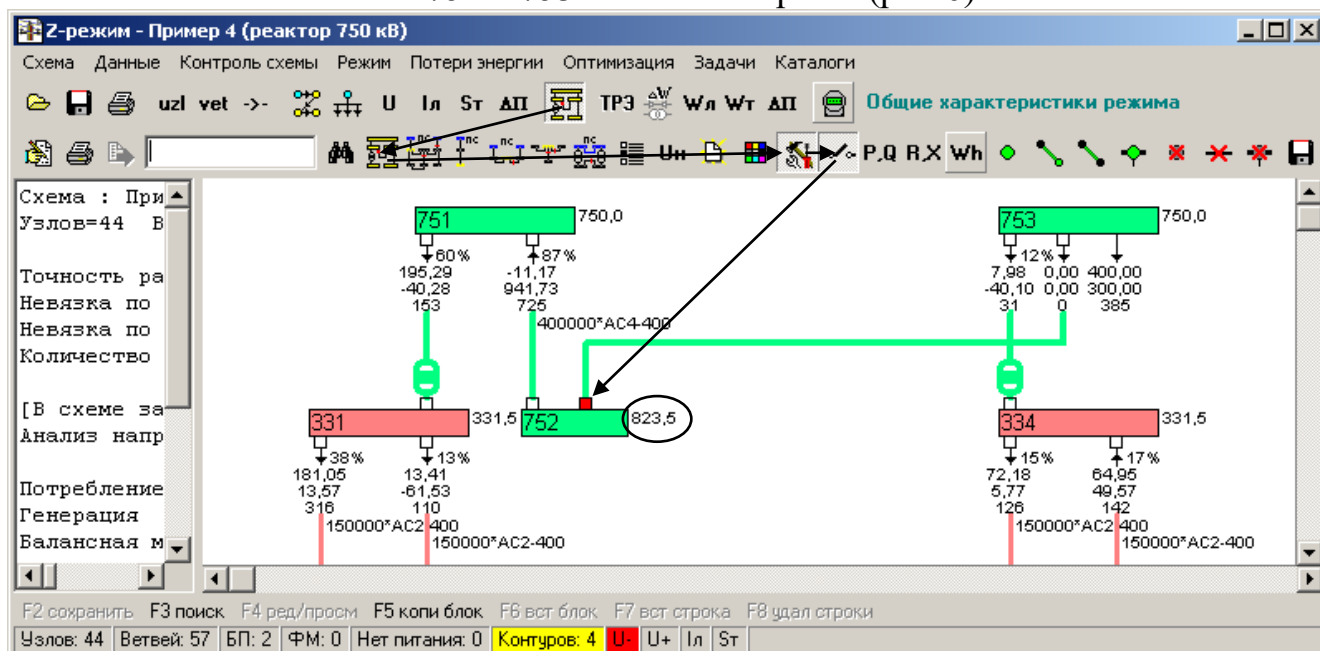
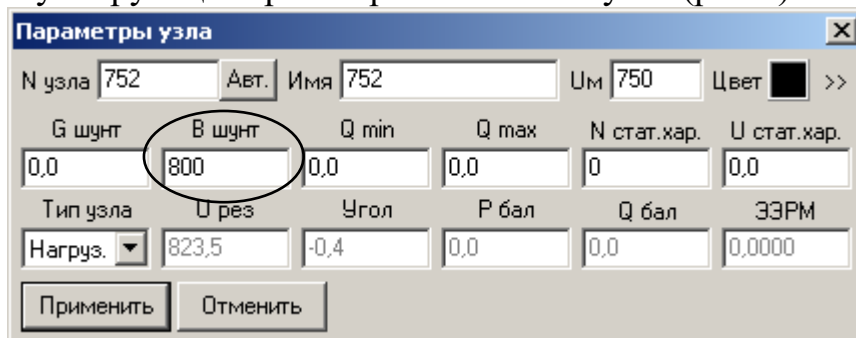

Рис.6
Рис.8
2. Отключаем ветвь 752 – 753 с любой стороны (рис.6).
4. Считаем режим, напряжение в узле 752 должно быть завышенным, как показано на рис.6. Для уменьшения напряжения до нужных пределов щелкаем правой кнопкой мыши на узле 752 и устанавливаем значение проводимости шунтирующего реактора в поле "В шунт" (рис.8).